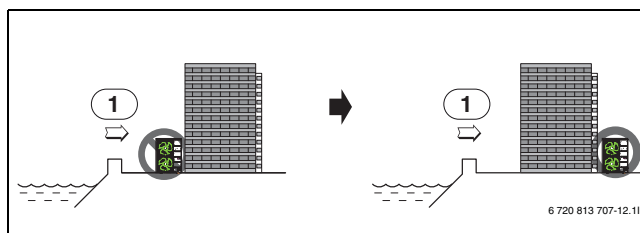

Рис. 13
- Устанавливайте наружный блок на закрытой от морского ветра стороне (→ рис. 13).